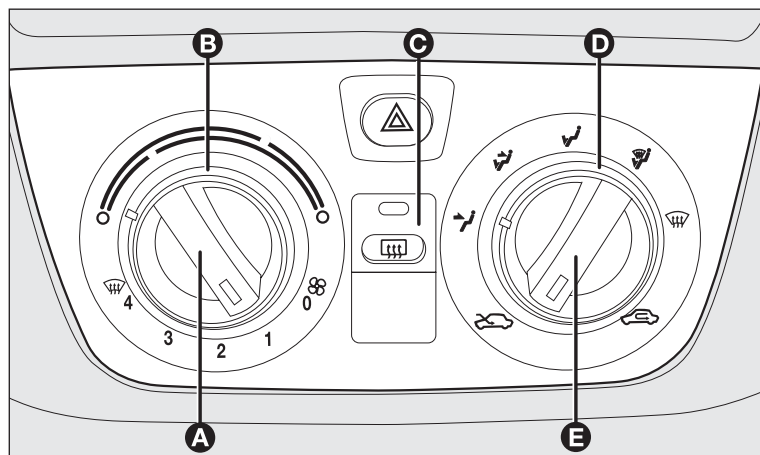

fig. 60
MANDOS fig. 60
El selector giratorio **D-fig 60** permite al aire soplado hacia el interior del coche alcanzar todas las zonas del habitáculo según 5 opciones posibles:
Girar hacia la derecha (índice sobre el sector rojo) el selector **B-fig. 60** para aumentar la temperatura o hacia la izquierda para disminuirla;
- ☐ colocar el selector **B-fig. 60** en el sector azul;
- ☐ colocar el selector **B-fig. 60** en el sector rojo;
- ☐ desactive la recirculación de aire en el interior colocando el mando **E-Fig. 60** en .
Presione el pulsador **C-fig. 60** para activar esta función: La activación es indicada por el encendido del led sobre el pulsador mismo.